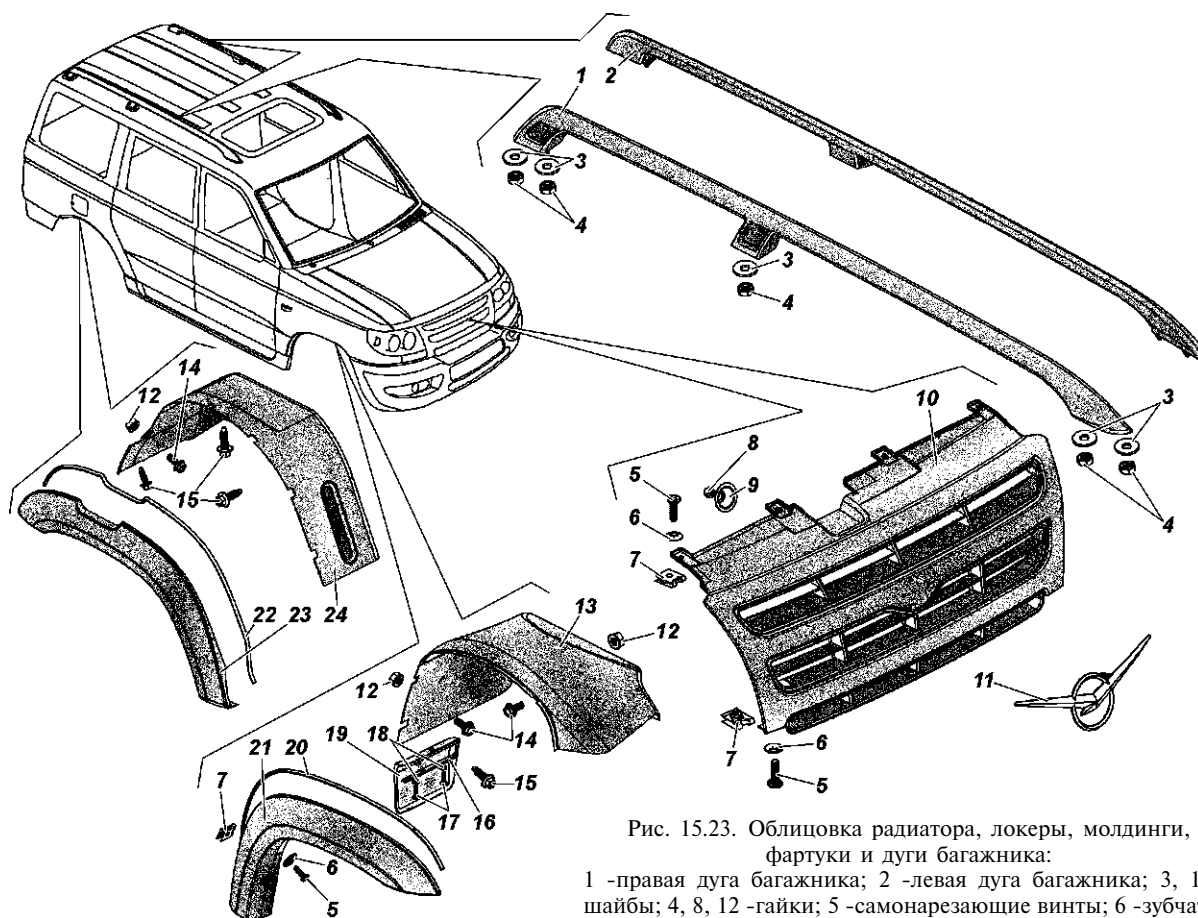

Рис. 15.23. Облицовка радиатора, локры, молдинги, фартуки и дуги багажника:
1. Отверните четыре самонарезающих винта 5 (рис. 15.23) крепления панели 10 облицовки радиатора сверху и два внизу.